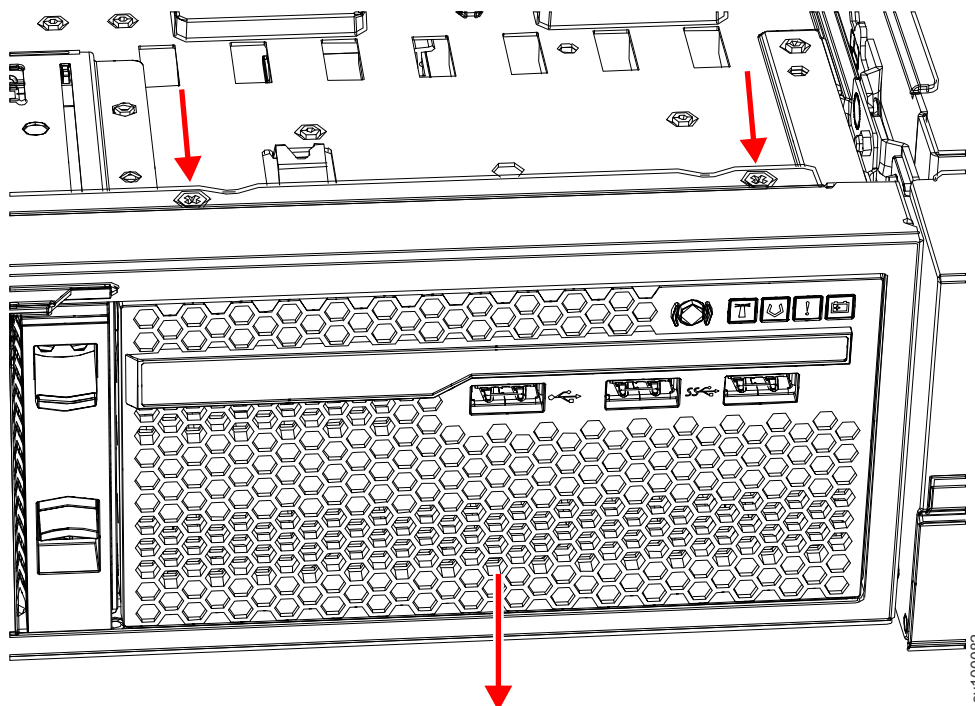

Figura 161. Removendo o conjunto de painéis de informações do operador do 2145-SV1
2. Remova os dois parafusos da parte superior do conjunto, conforme mostrado em Figura 161 na página 194.
3. Empurre o conjunto do painel de informações do operador a partir de trás na direção que é mostrada em Figura 161 até projetar-se na frente do nó.